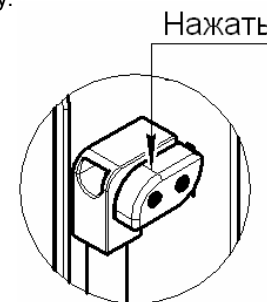

Рис.6
7.6 Когда, при достижении заданной температуры воздуха в камере сигнальные лампы погаснут, откройте дверку, нажав на кнопку (рис.6) и установите противни или другие ёмкости с продуктами на нужный уровень (1-ый уровень – под камеры; 2, 3 и 4-ый уровни – на направляющие). Закройте дверку.